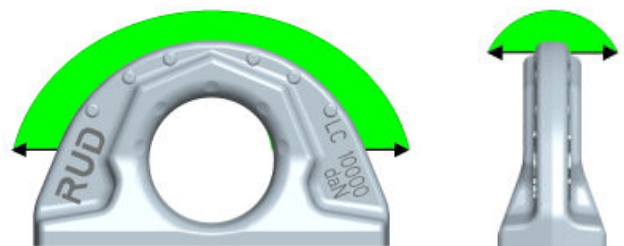

Abb. 1: Zulässige Belastungsrichtungen
- Bringen Sie die Zurrpunkte L-ABA in Zugrichtung an (vgl. Abb. 1 zulässige Belastungsrichtungen).